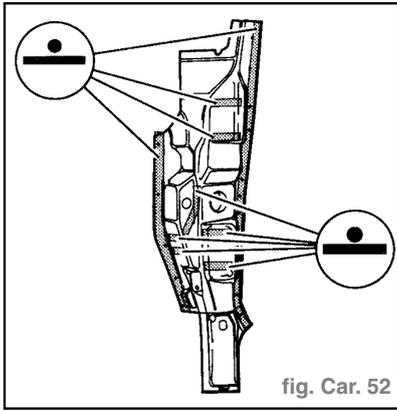

fig. Car. 52
- Souder par points la section de montant A au montant A intérieur (fig. Car. 52).